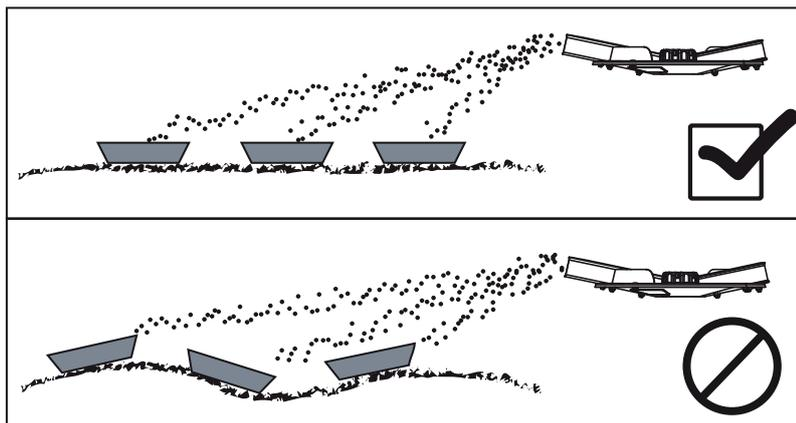

Figure 7.20 : Plan de disposition des bacs collecteurs
- Disposer les bacs à l'horizontale. Les bacs inclinés peuvent entraîner des erreurs de mesure (figure 7.20).